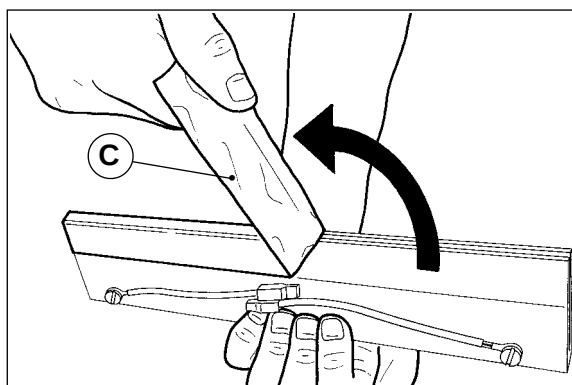

Fig. 2
- 3) Extraer la barra soldadora con sus hilos (Fig. 2).
- 2) quitar la cobertura de teflón marrón (C) (Fig. 2);